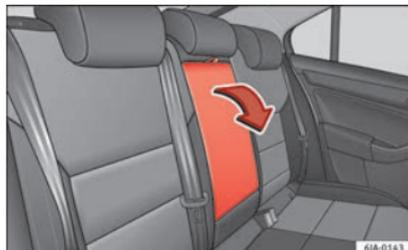

Abb. 147 Rücksitze: Armlehne
- Zur Erhöhung des Komforts können Sie die Armlehne mit dem Griff »» **Abb. 147** nach unten klappen.